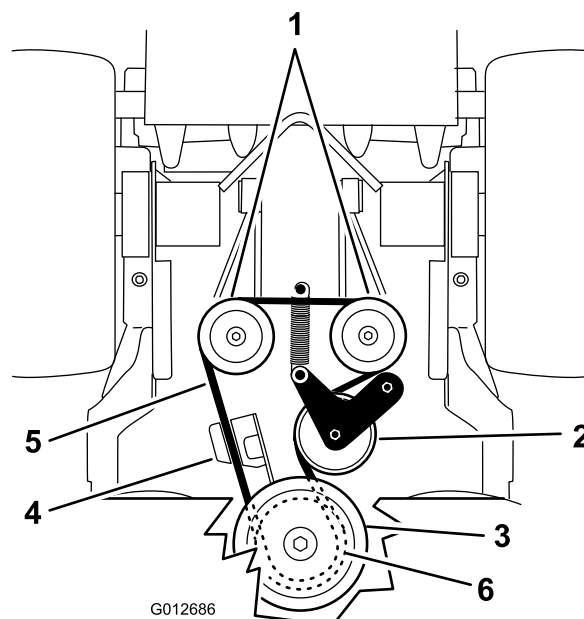

Figure 67
- Décrochez le ressort de la poulie de tension du châssis (Figure 67).
- Accrochez le ressort de la poulie de tension au cadre (Figure 67).